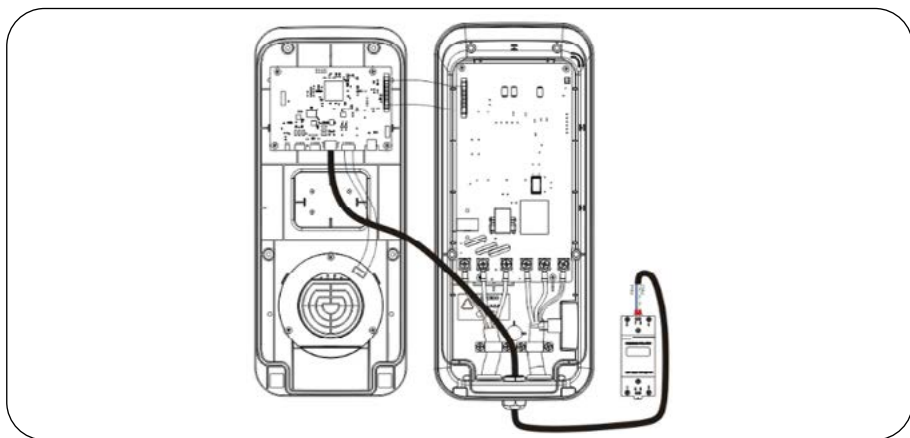

Figura 35
5. Se si desidera integrare l'utilizzo di un meter esterno usare un cavo di rete per la comunicazione RS485. Lo schema di collegamento è rappresentato in Figura 35.